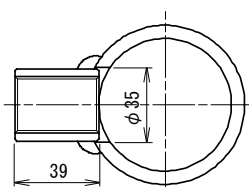

図 4
- 2) あけた穴にソケットを溶接してください。(図 4) この時下記にご注意ください。